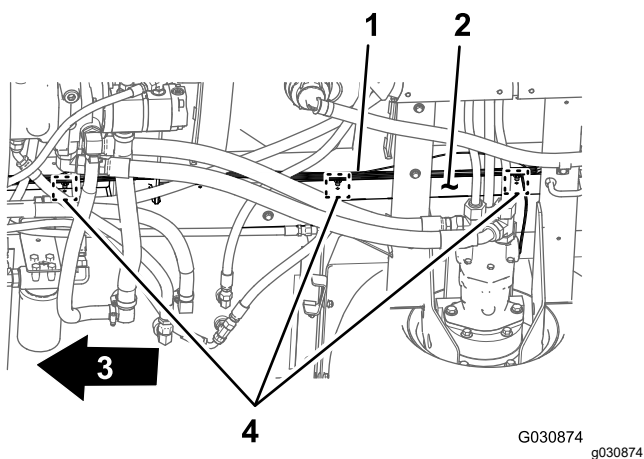

Figura 21
3. Retire las 3 grapas que sujetan el arnés de cables trasero a los orificios del tubo derecho del bastidor de la máquina (Figura 21).